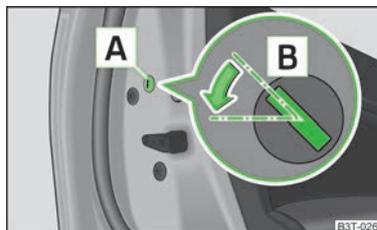

Abb. 16
- › Die Blende **A** abbauen » Abb. 16.